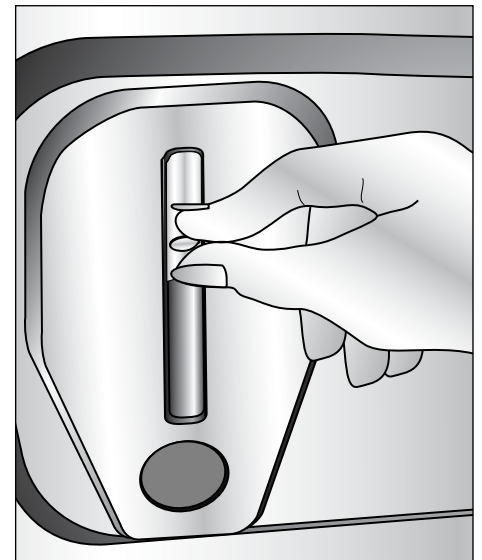

Figure 3
8. Mettre l'indicateur coulissant au niveau du liquide visible dans le viseur de liquide (figure 3). Pour la prochaine charge de linge, il suffit d'appuyer de façon continue sur le bouton « PUSH » jusqu'à ce que le détergent descende jusqu'au niveau de l'indicateur coulissant pour que le détergent coule directement dans la cuve.